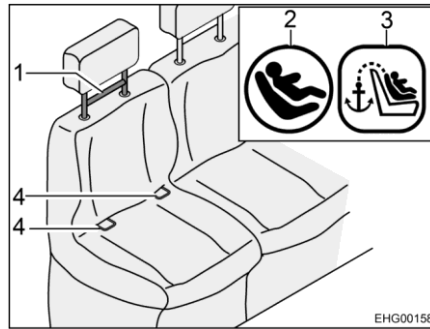
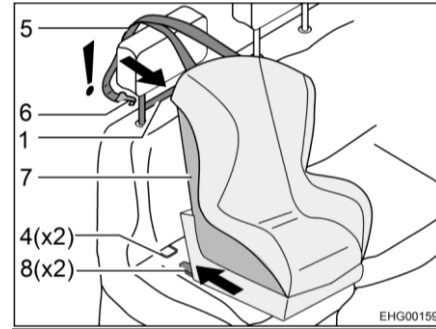

Bild 10 Sitz mit Isofix
Bild 11 Befestigung mit Isofix
Für Isofix geeignete Fahrzeugsitze sind mit dem Isofix-Symbol (Bild 10,2) ausgestattet. Die Lage des Top-Tethers ist ebenfalls mit einem Symbol (Bild 10,3) gekennzeichnet.
- Rastarme (Bild 11,8) in Haltebügel (Bild 10,4) einrasten. Dabei muss ein deutliches Klickgeräusch zu hören sein.
- Mit einem kräftigen Ruck kontrollieren, ob der Kindersitz (Bild 11,7) fest sitzt.
- Top-Tether-Gurt (Bild 11,5) über die Kopfstütze des Fahrzeugsitzes führen.
- Befestigungshaken (Bild 11,6) am Top-Tether (Bild 10,1) einhaken.